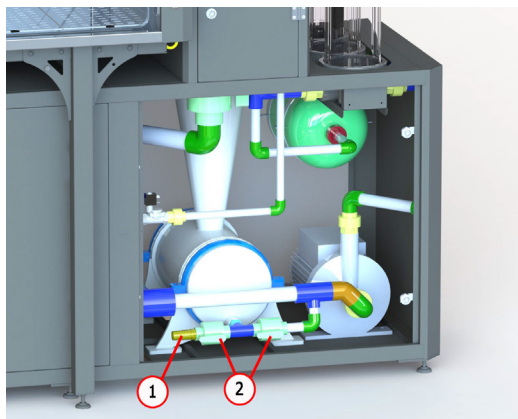

Rysunek 49
2. Otwórz kurki 1 i 2, p. rys. 49
5. Otwórz kurki 1 i 2, p. rys. 49